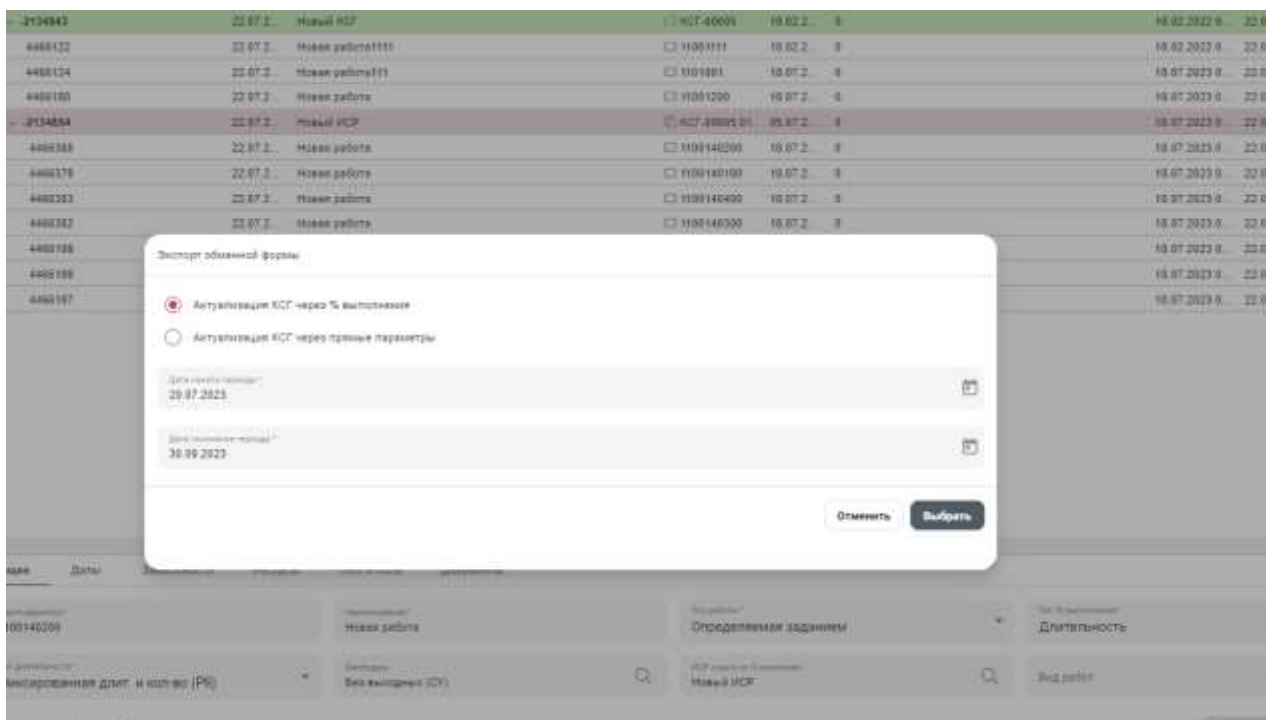

Рисунок 136 – Экспорт обменной формы
2.2 Выбрать тип выгрузки ОФ «Актуализация КСГ через % выполнения» и необходимый период (Рисунок 136). Начало периода – дата последнего расчета расписания проекта (актуализации), окончание периода – дата актуализации (новой):